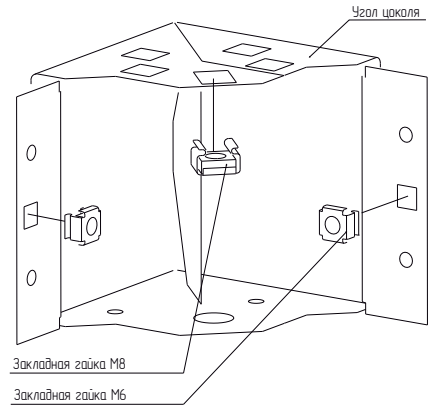

Рисунок 1
- 4.1.2 Установить на каждый угол цоколя две закладные гайки М6 и одну – М8 (рисунок 1).